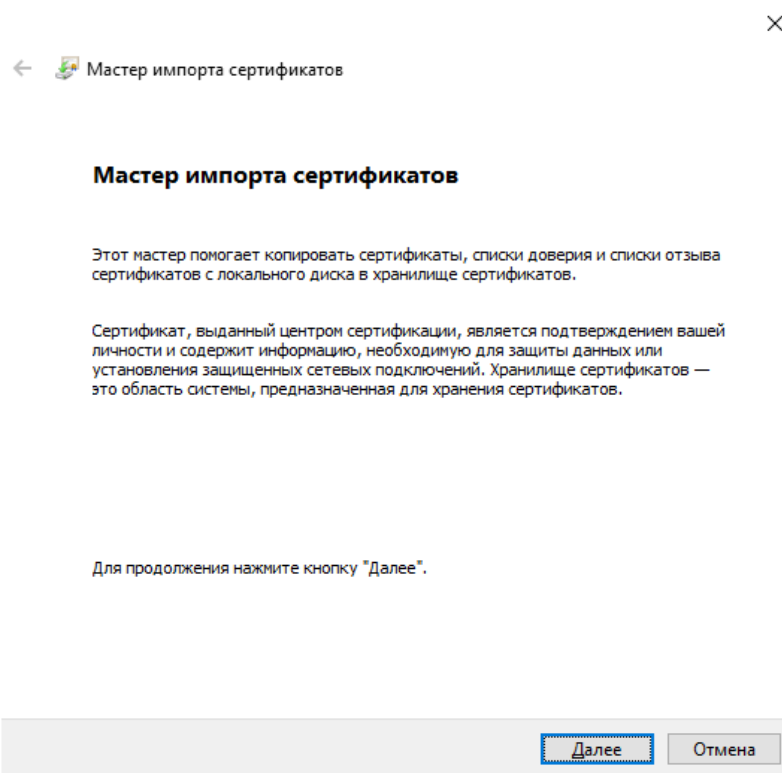

Рисунок 18 – Окно «Мастер импорта сертификатов»
7. Далее будет открыт Мастер импорта сертификатов (см. рисунок 18). Нажмите кнопку «Далее».